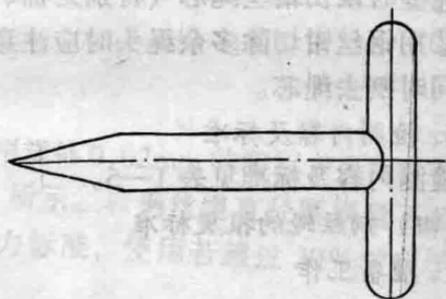

图 1—8 穿针
(6) 穿针 编接钢丝绳使用的工具称“穿针”，如图 1—8 所